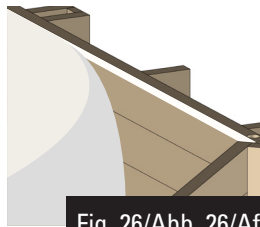

Fig. 26/Abb. 26/Afb. 26
- Dérouler le feutre en alignant sur le bord des madriers supérieurs. (figure 26)
- Entrollen Sie die Decke und richten Sie sie am oberen Rand der oberen Bretter aus (Abb. 26).